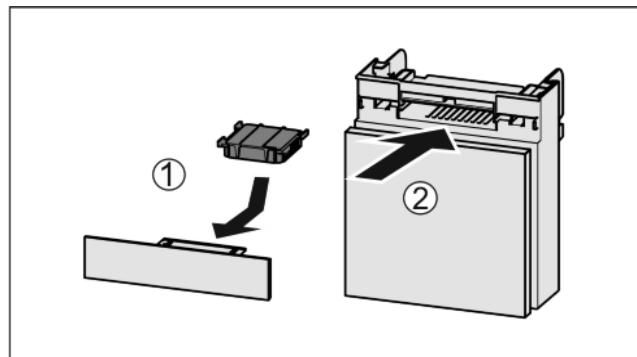

Fig. 52
- Вставити фільтр з активованого вугілля за малюнком Fig. 52 (1).
► Вставити відділення Fig. 52 (2).